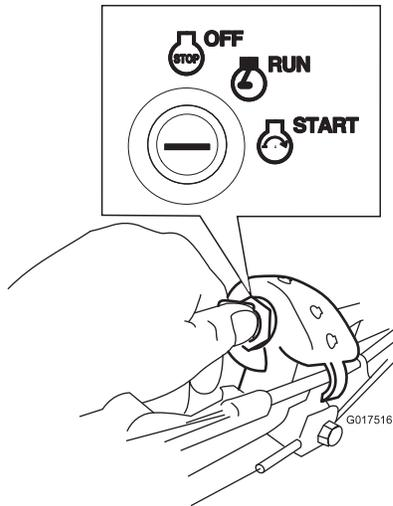

Figura 19
Gire la llave de contacto a la posición de Arranque y manténgala en esa posición (Figura 19); cuando el motor arranque, suelte la llave.
1. Gire la llave de contacto a la posición de Marcha (Figura 19).